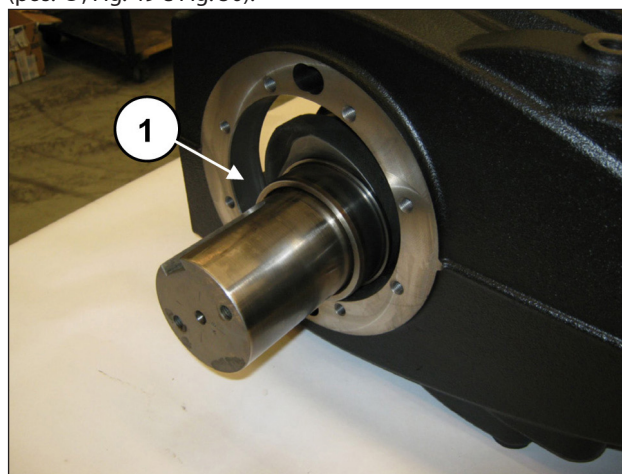
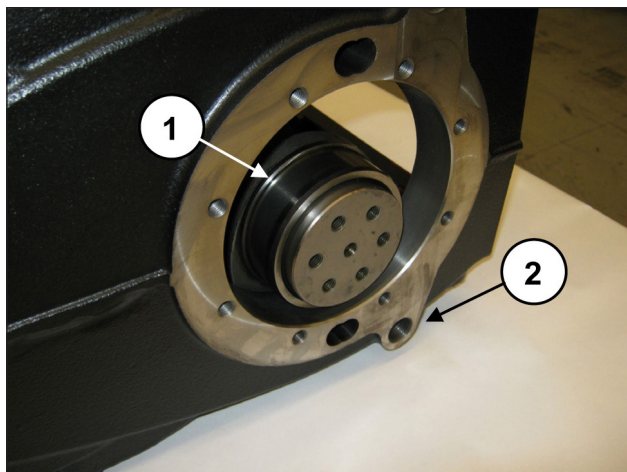

Fig. 49
Fig. 50
L'albero a gomiti deve essere tassativamente montato con il lato PTO dalla parte opposta rispetto ai fori G1/2" per i tappi di scarico olio del carter pompa (pos. ②, Fig. 50).
Arrivare fino al completo inserimento dell'albero nel carter (pos. ①, Fig. 49 e Fig. 50).